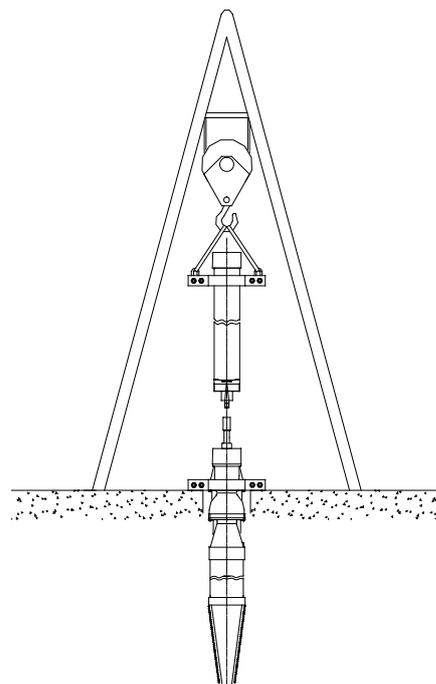

Fig. 7. Instalando la columna
- c) Coloque las abrazaderas cerca de la unión simple (Pos. 384). Con un teclé u otro equipo previsto, eleve el conjunto hasta la posición vertical sobre el pozo (Fig. 7).